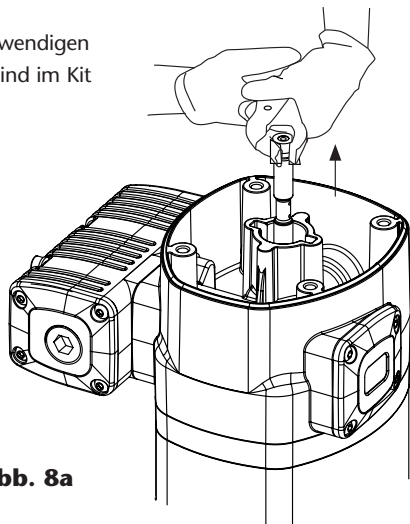
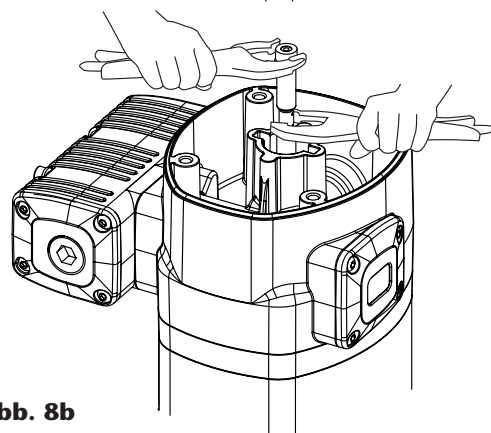

Abb. 8a
Abb. 8b
1. Lösen Sie die vier Schrauben (1) und entfernen Sie die Abdeckung (3).
2. Schrauben Sie die Umkehrkappe (4) ab.
3. Mit einer manuellen Klemmung an der Buchse (5) den Schaft (37) herausziehen, bis seine zentrale Aussparung erscheint (Abb. 8a). Dann mit einer weiteren manuellen Klemme den Schaft (37) in der zentralen Vertiefung festhalten, um die zum Abdichten vorgesehene Fläche nicht zu beschädigen, und die Buchse (5) abschrauben (Abb. 8b).
4. Entsorgen Sie den O-Ring (6) und den Ring (7) und verwenden Sie später beim Zusammenbau neue.
5. Lösen Sie die sechs Schrauben (56). Ziehen Sie den Motorkopf (13) nach oben, bis er sich zusammen mit dem Flansch (34) löst.
6. Entfernen Sie die Umkehrbuchse (9). Ersetzen Sie die Dichtungen (8) und (10) dieser Buchse.
7. Lösen Sie die fünf Schrauben (35) und trennen Sie das Motorgehäuse (13) vom Flansch (34). Entfernen Sie die Unterlegscheibe (29) und ersetzen Sie die Dichtung (8).
8. Entfernen Sie den Zylinder (48), indem Sie den Kolben (41) vorsichtig festhalten. 9. Stift (65) von Verbindungswelle (66) entfernen. Schraube (63), Verbindungsmutter (64) und Verbindungswelle (66) herausdrehen. Entfernen Sie die Kolbenbaugruppe (41).
9. Haltering (57) entfernen und Buchse (52) entfernen.
10. Ersetzen Sie den Kragen (51) (U nach oben).
11. Entfernen Sie die untere Dichtung (40) vom Kolben (41) (U unten) und ersetzen Sie die obere (40) (U oben). Führen Sie den Zylinder von unten ein, bis Sie die untere Tasche des Kolbens sehen können. Die untere Kolbendichtung (40) einbauen.
12. Bauen Sie die Baugruppe in umgekehrter Reihenfolge wieder zusammen, indem Sie Schrauben (35), (56), Buchse (5) und Umkehrstopfen (4) mit Schraubensicherung (Loctite 243) versehen.